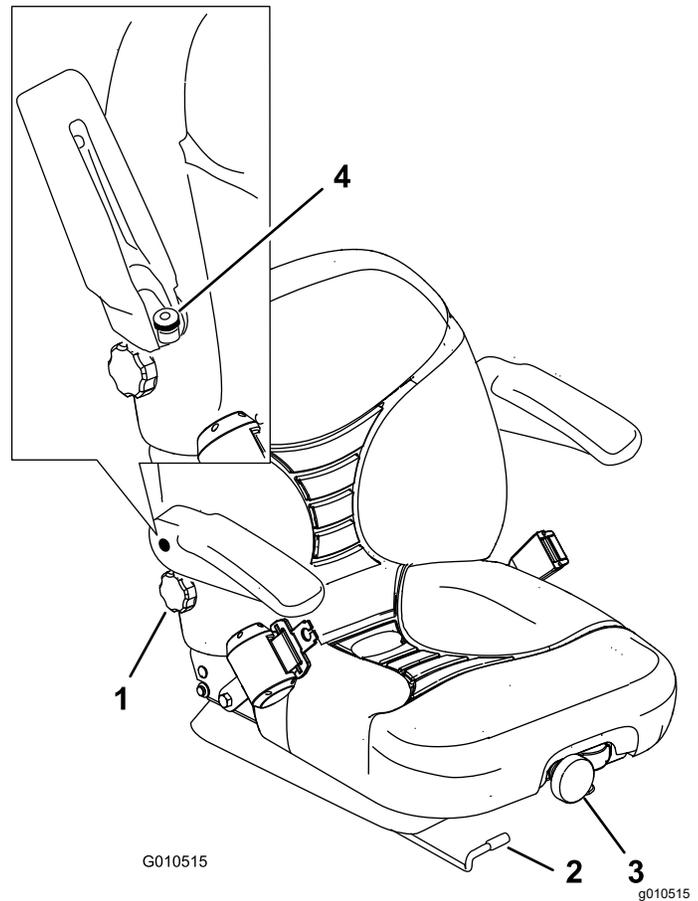

Figura 33
1. Mueva la palanca lateralmente para desbloquear el asiento (Figura 33).
Para ajustar el asiento, gire el pomo delantero en cualquier sentido hasta encontrar la posición más cómoda (Figura 33).
Para ajustar el respaldo del asiento, gire el pomo situado debajo del reposabrazos derecho en cualquier sentido hasta encontrar la posición más cómoda (Figura 33).
Levante el reposabrazos y gire el pomo en cualquier sentido hasta encontrar la posición más cómoda (Figura 33).